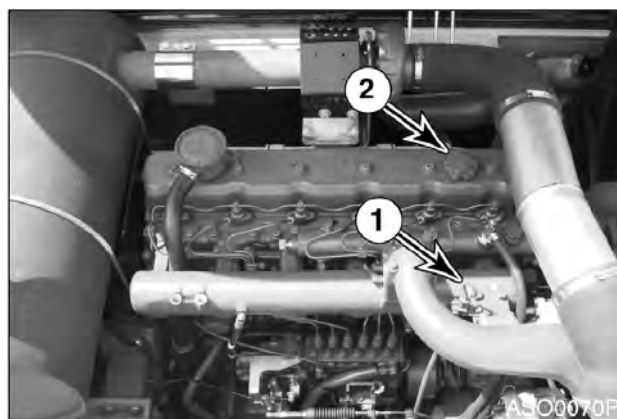

Рис. 11
2. Удалить щуп (1, рис.11) и вытереть масло чистой тряпкой.
**ПРИМЕЧАНИЕ:** Если масло выше метки **"HIGH"** (Максимум) на щупе, часть масла необходимо слить для обеспечения необходимого уровня. 5. Добавить масло через маслозаливную горловину двигателя (2, рис. 11), если уровень масла ниже отметки **LOW** (Минимум).
5. Добавить масло через маслозаливную горловину двигателя (2, рис. 11), если уровень масла ниже отметки **LOW** (Минимум).